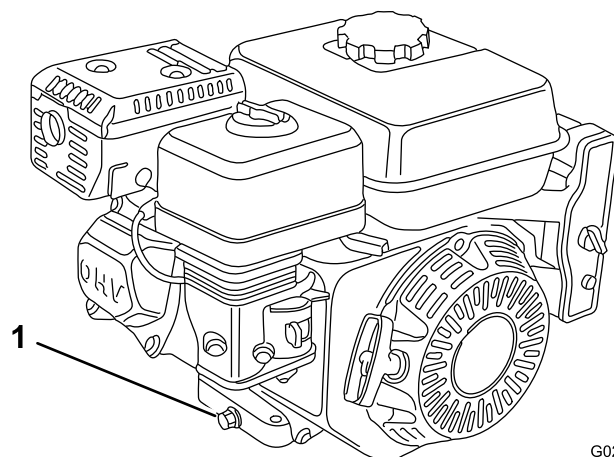

Figure 27
3. Placez un bac adéquat sous l'orifice de vidange d'huile du moteur (Figure 27).
4. Enlevez le bouchon de vidange (Figure 27).
5. Lorsque la vidange d'huile est terminée, remettez le bouchon de vidange en place avec une rondelle neuve (Figure 27).